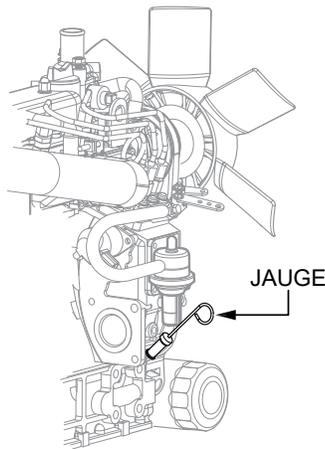

Figure 13. Jauge d'huile moteur
2. Retirer la jauge d'huile moteur de son support (Figure 13) et nettoyez-la.